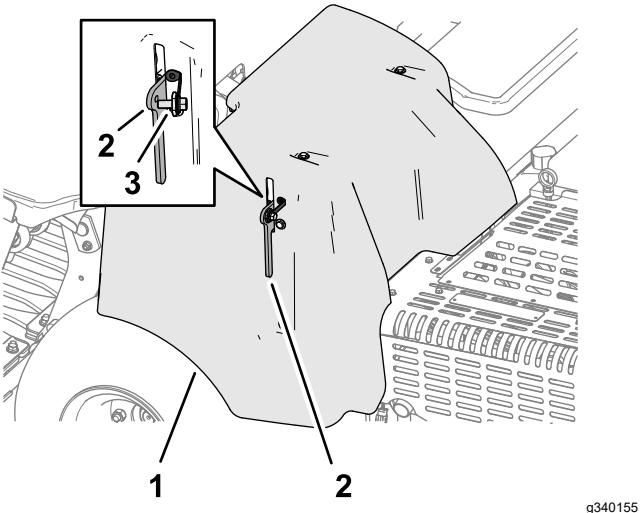

Bild 130
1. Wenn Ihre Maschine mit einem CE-Gurtschloss der Riemenabdeckung ausgestattet ist, lösen Sie die Schraube des Gurtschlusses, bis sie sich vom Schloss löst (Bild 130).